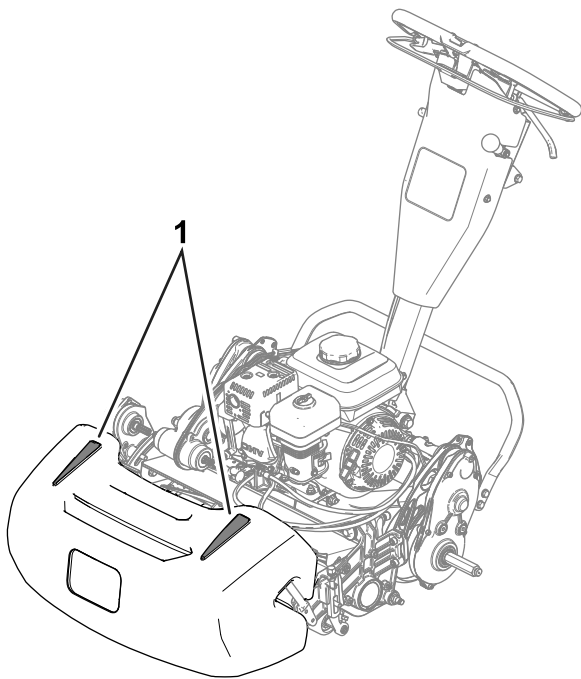

Figura 24
- Pentru a ajuta la menținerea unei linii drepte peste zona de verdețea și pentru a menține mâna la o distanță egală de marginea tăieturii anterioare, utilizați dungile de aliniere de pe co (Figura 24).